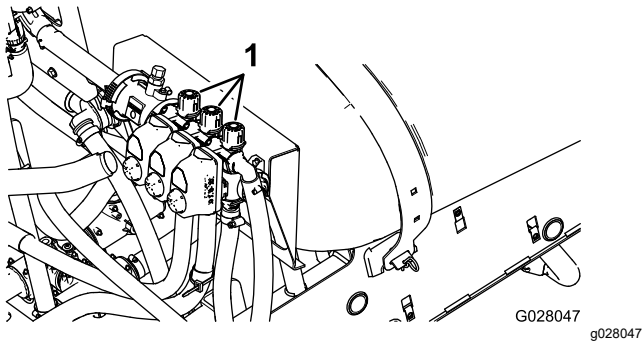

Figura 85
2. Desactive el interruptor de sección izquierda y ajuste la válvula de desvío de sección izquierda (Figura 85) hasta que la presión marcada coincida con el nivel previamente ajustado (normalmente 2,75 bar).
4. Ajuste la válvula de desvío de sección derecha (Figura 85) hasta que la presión marcada coincida con el nivel previamente ajustado (normalmente 2,75 bar).
6. Ajuste la válvula de desvío de sección central (Figura 85) hasta que la presión marcada coincida con el nivel previamente ajustado (normalmente 2,75 bar).